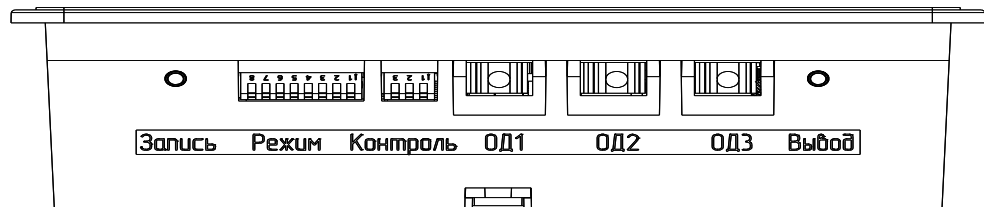

Рисунок 3 - Вид регистратора сбоку
5.4.1.1 Настройка регистратора осуществляется двумя наборами переключателей: "Контроль" и "Режим" (рисунок 3). Набор переключателей "Контроль" состоит из трёх переключателей, набор переключателей "Режим" состоит из восьми переключателей. Набор переключателей "Контроль" предназначен для активации режима функции контроля целостности оптического волокна оптических датчиков (ОД).